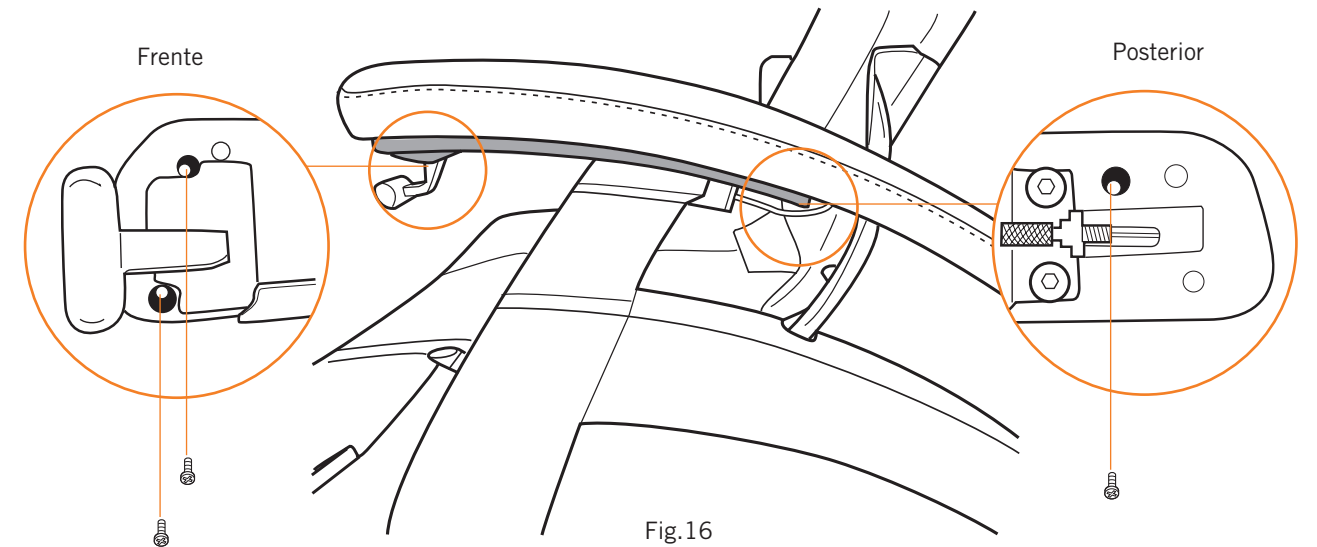

Fig.16
4. Ejerza presión sobre la cubierta del apoyabrazos y asegure con ayuda del destornillador de cabeza Phillips y los tres tornillos suministrados (Fig.16).